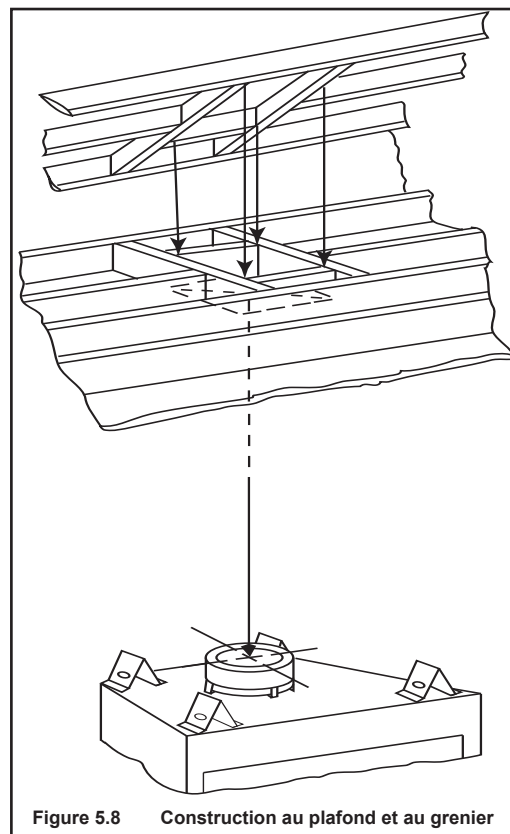

Figure 5.8 Construction au plafond et au grenier
- Reportez-vous à la figure 5.8.